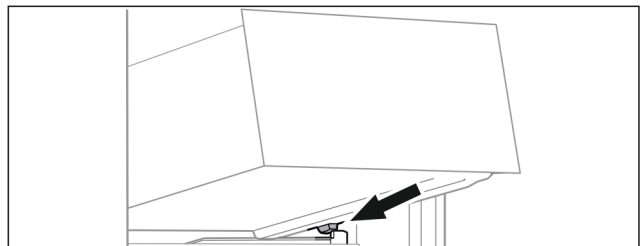

Fig. 65
- ▶ Schubfach schräg hinter den Stopperrahmen auf Behälterrippe aufsetzen. (siehe Fig. 65)